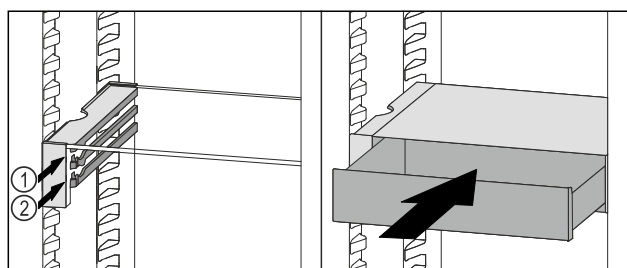

Fig. 87
- ▶ Założyć szufladę VarioSafe za stoperami na wybranych żebrach *Fig. 87 (1)* lub *Fig. 87 (2)*.